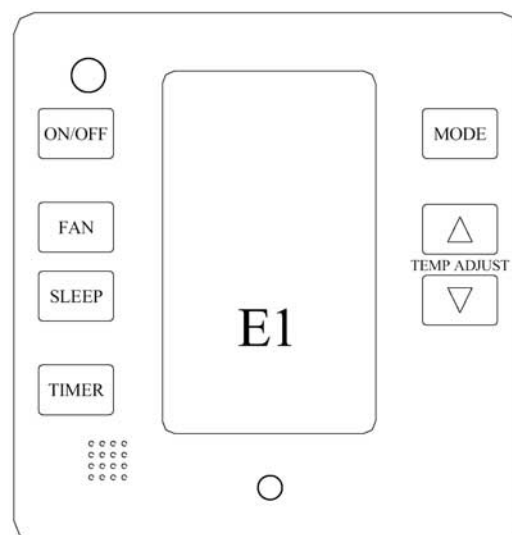

Fig. 12 ERROR CODE
- Si hay algún error durante el funcionamiento del equipo, dicho error se codificará en el visor del control de pared. La Fig. 12 representa la protección de alta temperatura en el compresor.